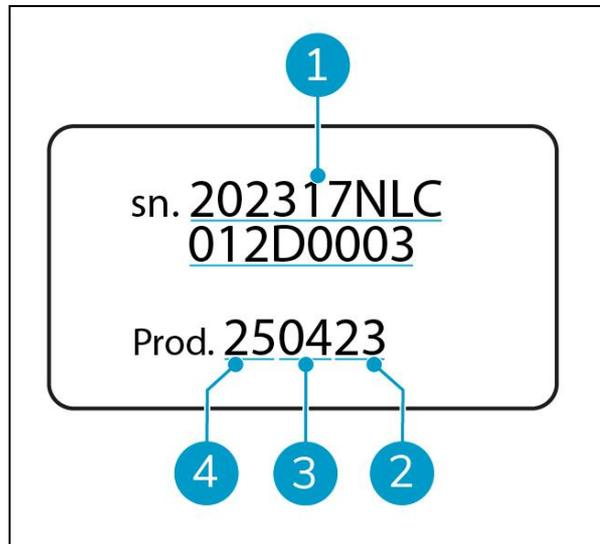

Figura 3
- Número de serie (figura 3, pos. 1).
- Año de producción (Figura 3, pos. 2).
- Mes de producción (Figura 3, pos. 3).
- Día de producción (Figura 3, pos. 4).